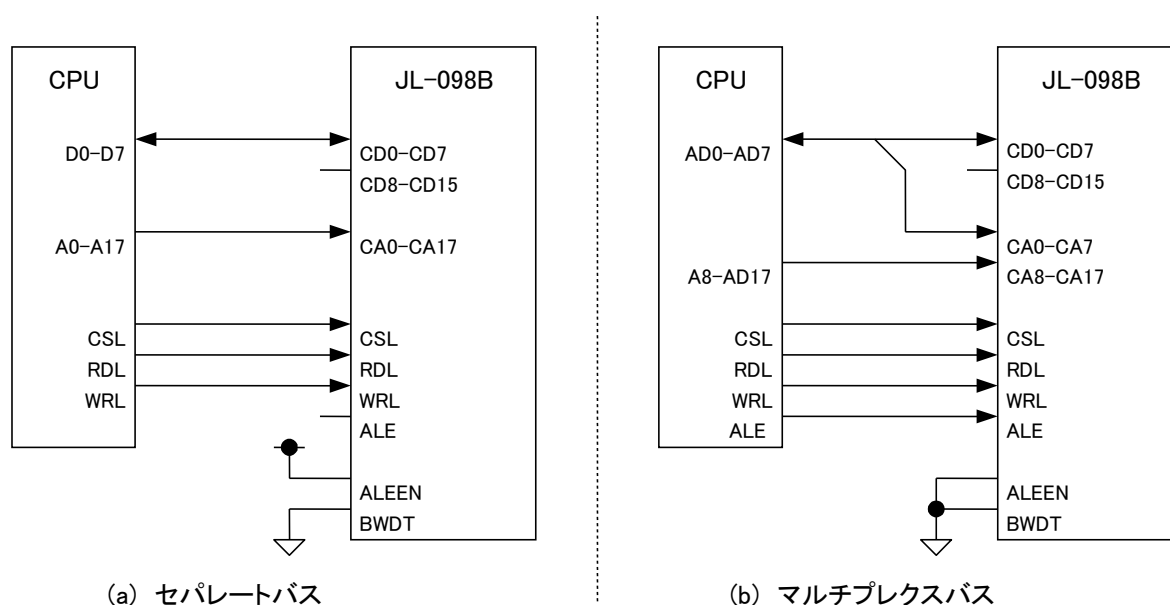

図 2-5 8ビットCPU 接続例
■ アドレス／データバス分離タイプの CPU に接続する場合 (図 2-5(a))
■ アドレス／データバスのマルチプレクスタイプの CPU に接続する場合 (図 2-5(b))